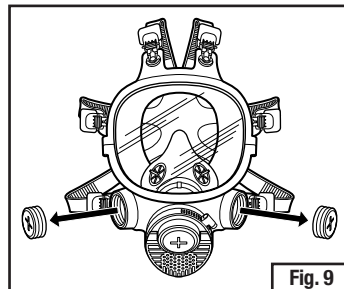

Fig. 9
1. Retirer les obturateurs 7890 3MMC si le masque n'est pas doté d'un adaptateur à baïonnette 701 3MMC (Fig. 9).